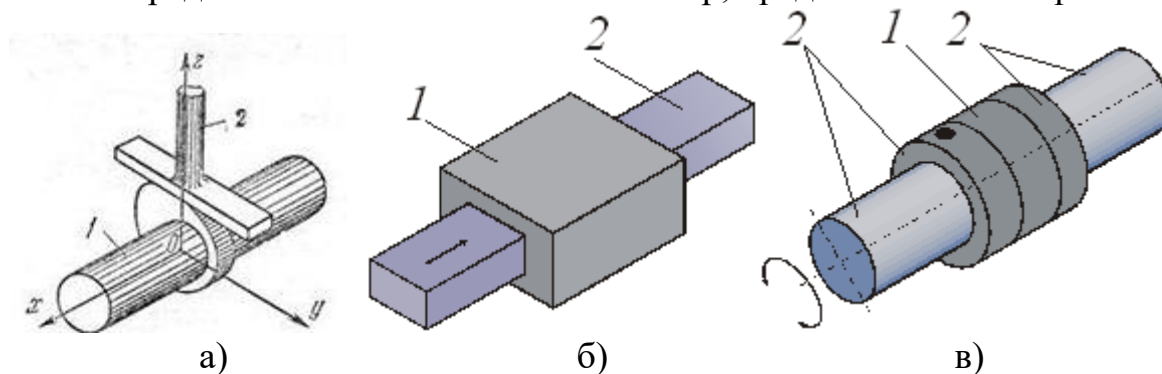

Рис. 1.3 Определение класса кинематической пары
1. Определить класс кинематических пар, представленных на рис. 1.3